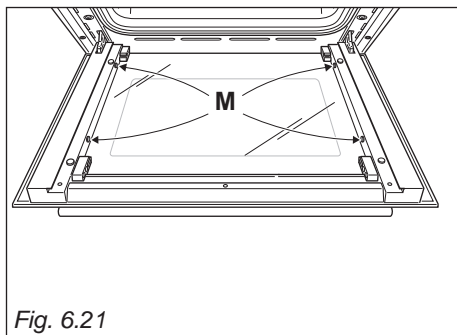

Fig. 6.21
- Kontroller at gummipuderne (M) er placeret korrekt (Fig. 6.21).